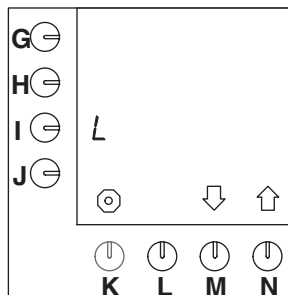

Fig. 22 De standaard ingestelde eenheid = L (liters)
- Dit is de standaard instelling (fig. 22).